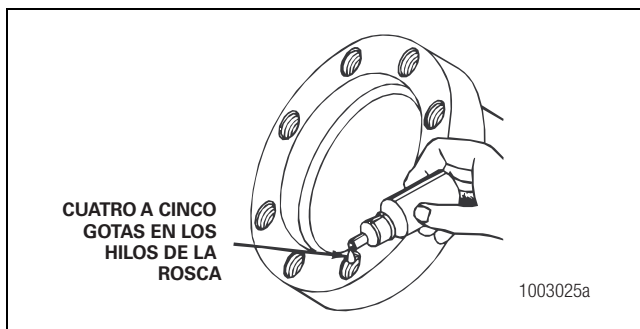

Figura 4.12
2. Aplique cuatro o cinco gotas de adhesivo líquido Meritor 2297-C-7049, Loctite® 638 ó 680 o equivalente dentro de cada orificio o perforación con rosca. No aplique adhesivo directamente a los hilos del sujetador. Figura 4.12.